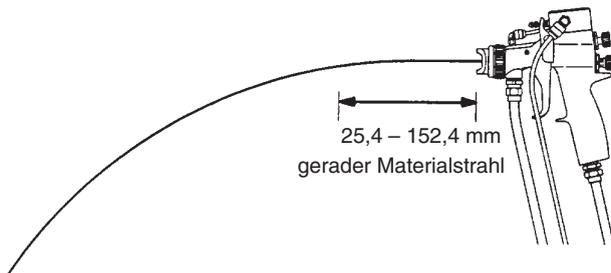

Fig. 9
- C. Spritzpistole parallel zum Boden halten und Kleber-Materialdruck so einstellen, dass sich ein 25 bis 152 mm langer, gerader Materialstrahl bildet, bevor er abknickt. Siehe Abb. 9.